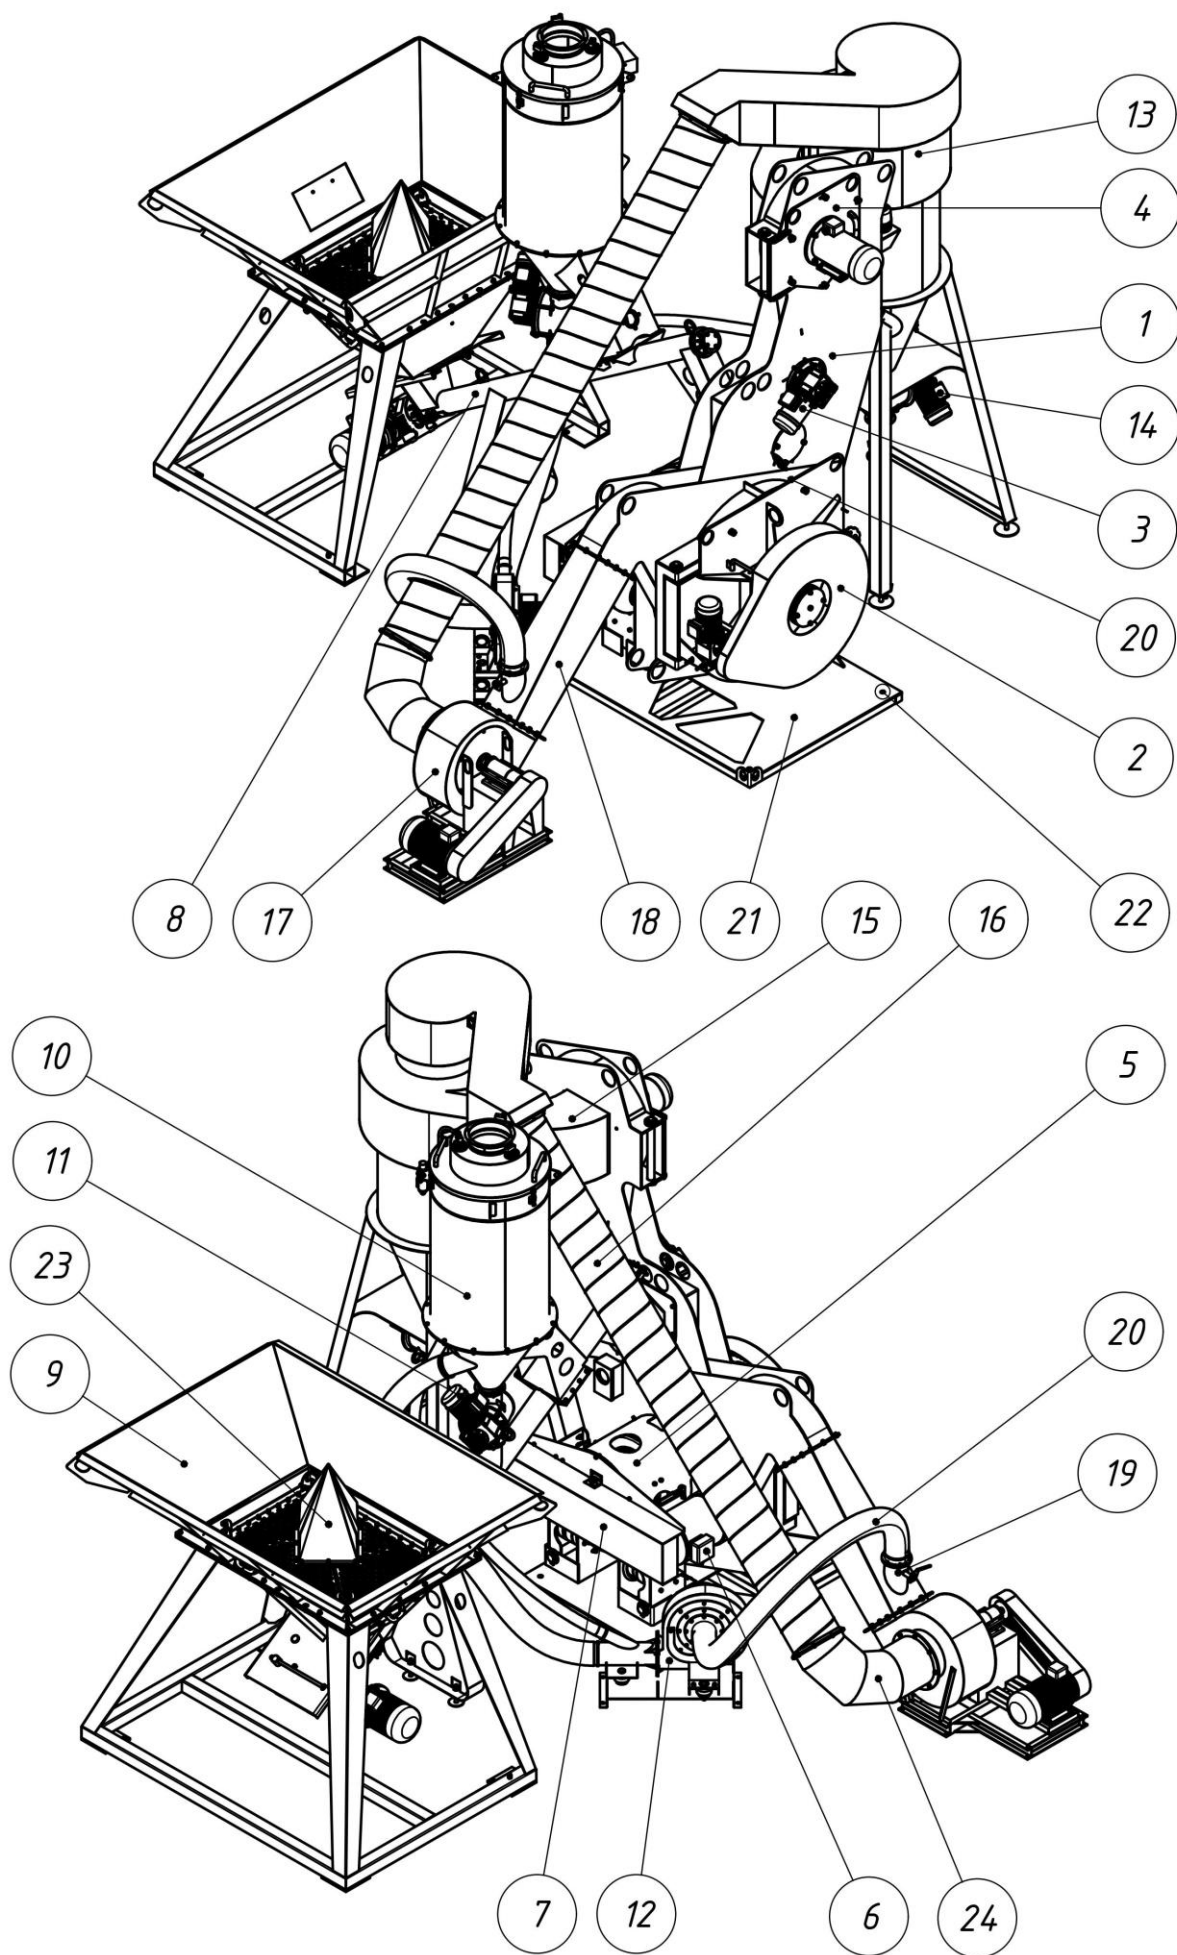

Рис. 2 Основные узлы изделия.
Изделие (Рис.2) состоит из монокорпуса (1), в нижней части которого находится блок элеватора (2), в средней - шлюзовой затвор (3) перегрузки «крупки», в верхней - динамический воздушно-центробежный классификатор (4). С противоположной стороны монокорпуса (1) расположены: обечайка амортизационного блока (5) ротора-ускорителя, электродвигатель (6) привода ротора-ускорителя, кожух клиноременной передачи (7), винтовой конвейер-питатель (8), бункер сырья (9)* с решеткой просеивания (23)*. На корпусе винтового конвейера-питателя (8) размещен кассетный фильтр (10)* с шлюзовым затвором (11)* перегрузки пыли и малым пылевым вентилятором (12)*.
Изделие (Рис.2) работает следующим образом: сырье, подлежащее измельчению, фронтальным погрузчиком загружается в бункер (9)* объемом 2.5 куб. метра. Винтовой конвейер-питатель (8) подает сырье в монокорпус (1), где оно подвергается первичной классификации. Мелкие частицы подхватываются воздушным потоком, создаваемым пылевым вентилятором (17), и направляются на вход динамического воздушно-центробежного классификатора (4). Частицы, размеры которых превышают установленную границу разделения, отражаются лопатками направляющего аппарата и поступают в камеру помола для дополнительного измельчения.